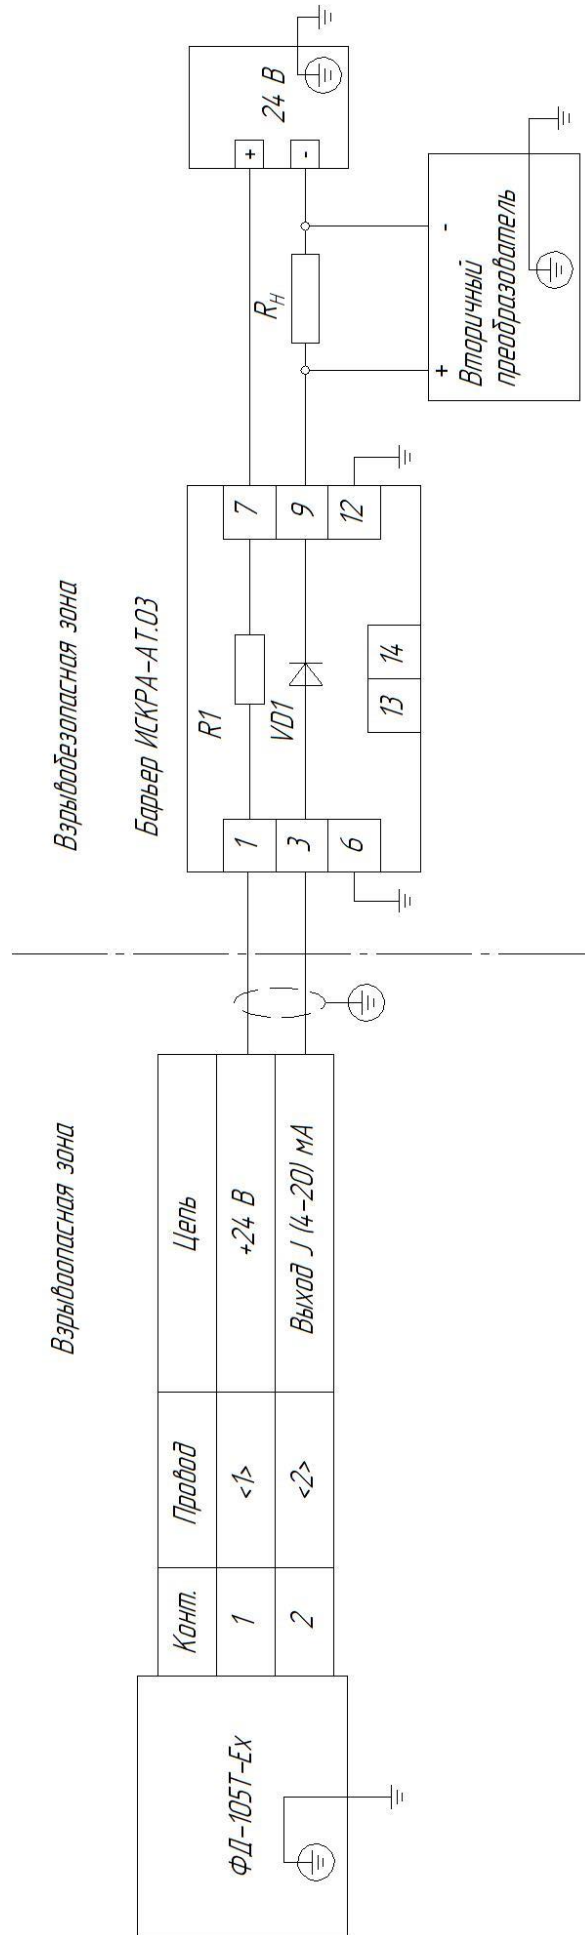
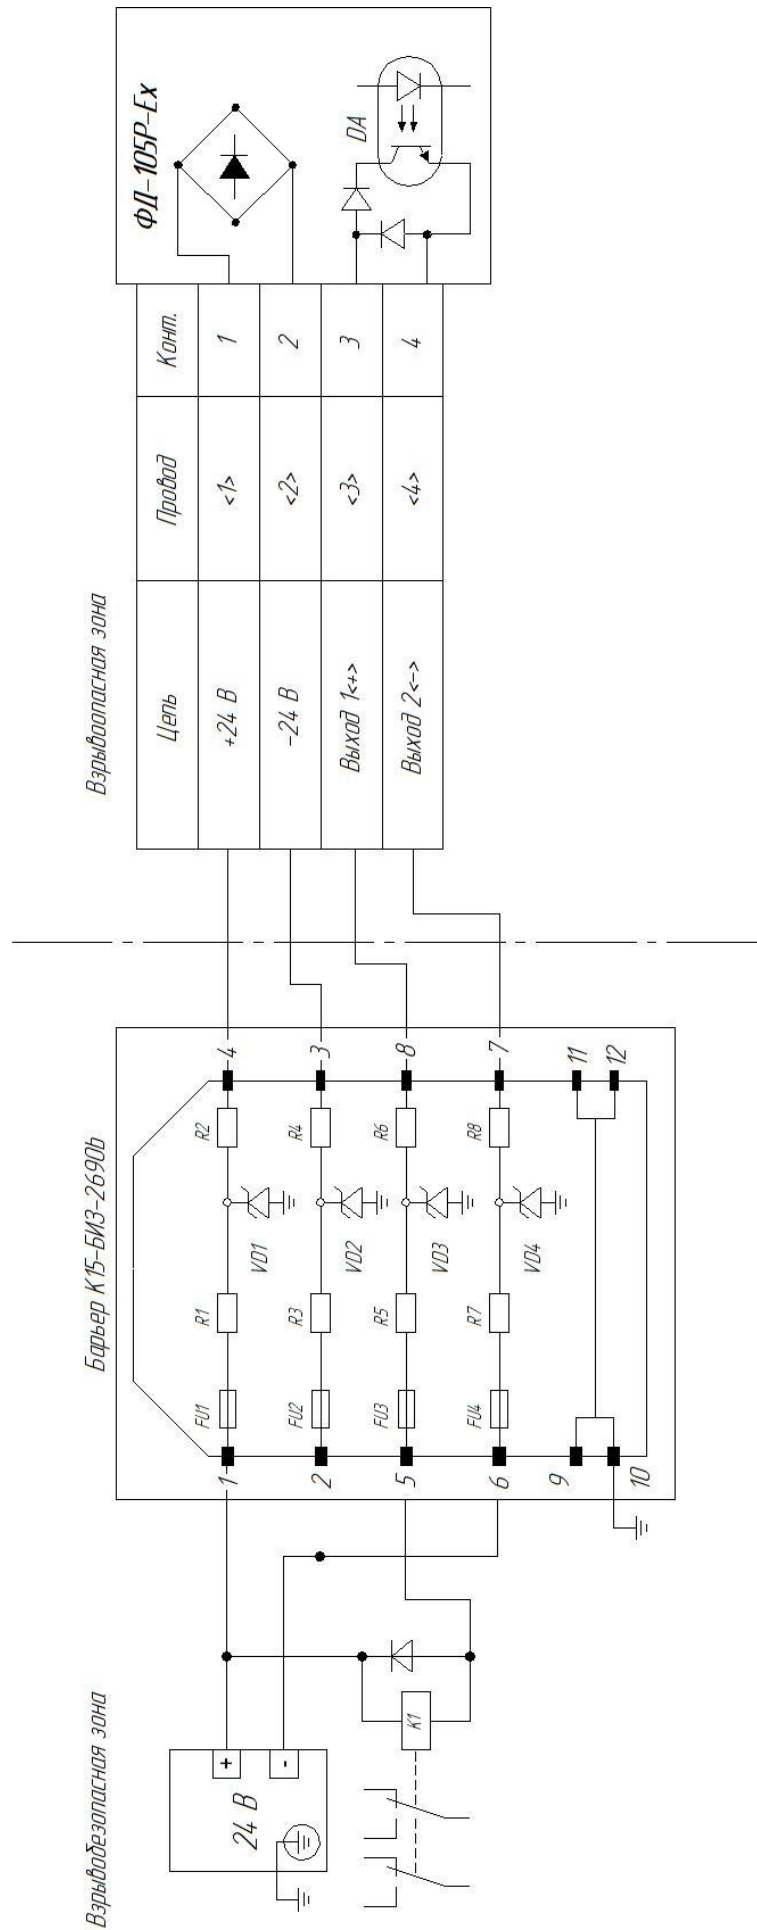

Рис.3. Типовая схема подключения внешних цепей к фотодатчику ФД-105-Т-Ех.
Рис.5. Типовая схема подключения внешних цепей фотодатчика ФД-105-Т-Ех.
8.1.3. Подключение фотодатчика производится в соответствии с рекомендуемыми типовыми схемами подключения внешних цепей по рис.3 и 4 – для ФД-105T-Ex и по рис.5 – для ФД-105P-Ex.